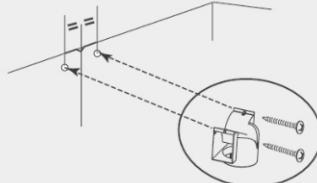

Рис.7
- Закрепите при помощи шурупов на стене у потолка пластиковый индикатор дыма. Будьте внимательны при центровке индикатора (**рис. 7**).